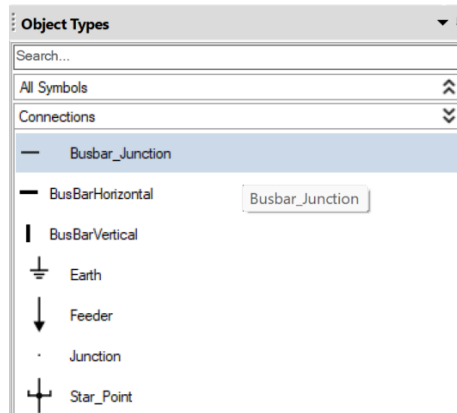

Imagen 139_Selección de unión de barras colectoras para el display del REX640.
3.5 Tendremos la siguiente ventana como en la **Imagen 139**, donde tendremos todos los componentes.